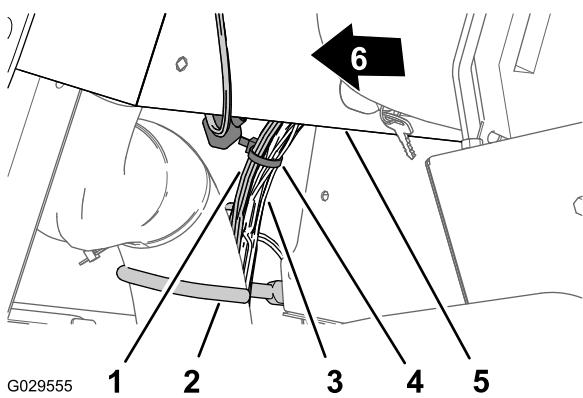

Figura 16
5. Junto do cabo e gancho do tubo, prenda a secção de 240 cm da cablagem do painel de instrumentos à cablagem da máquina com uma braçadeira de cabos (Figura 16).